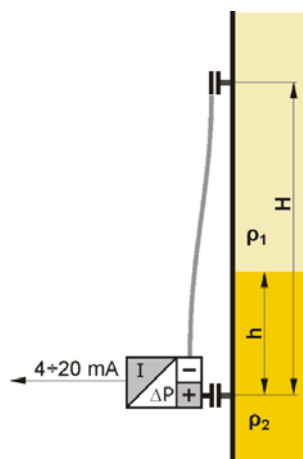

Рисунок 6
2.3.1.13.4 Измерение границы раздела фаз (рисунок 6)